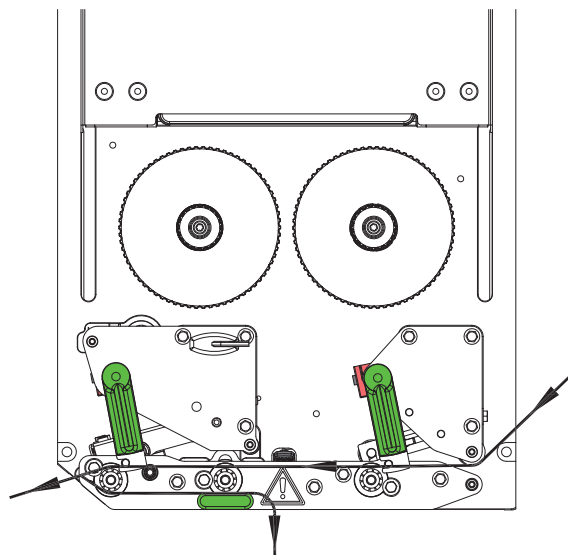

Рис. 10 Подача этикеток
2. Поверните рычаги (3) и (9) против часовой стрелки, чтобы открыть печатающую головку (1) и механизм втягивания (8).
3. Вложите полоску с этикетками (7) в соответствии с Рис. 10 до отклеивающей кромки (2) и протолкните до упора к монтажной стенке. Запечатываемая сторона этикеток должна быть видна сверху.
4. Протяните этикетки через край отклеивающей кромки настолько, чтобы полоска доходила до прижимного валика (4). Снимите этикетки с выступающего материала подложки.
5. Поверните рычаги (3) и (9) по часовой стрелке до упора, чтобы зафиксировать печатающую головку (1) и механизм втягивания (8).